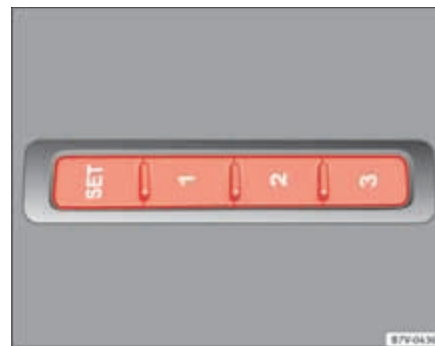

Fig. 80 Teclas de memoria en la parte exterior del asiento del conductor.
- Mantenga pulsada la tecla **[SET]** durante más de un segundo ⇒ fig. 80.